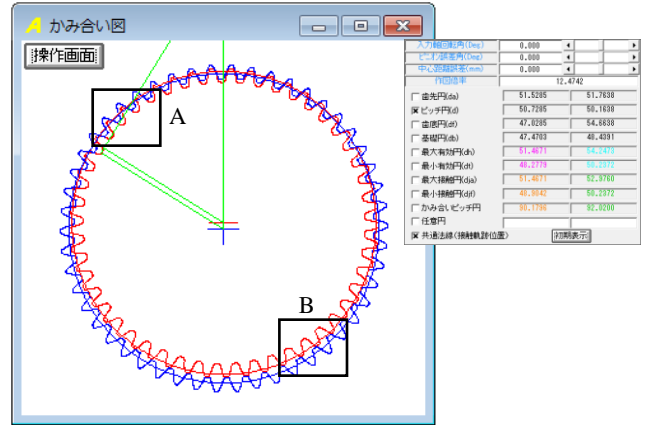
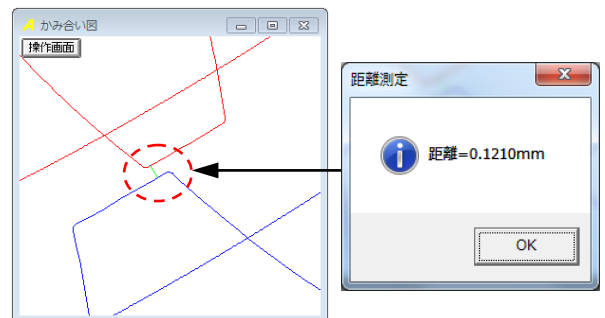
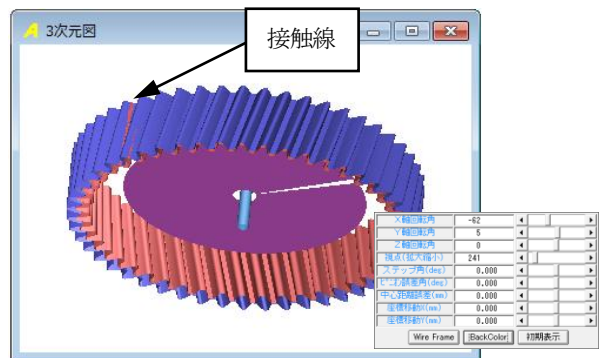

図 35.10 かみ合い図
図 35.12 かみ合い図 (距離計測)
図 35.13 歯形レンダリング
歯車諸元(図 35.7) の歯形を図 35.10 のように作図することができます。図 34.11 は、かみ合い部 (A), (B) の拡大図です。また、図 35.12 のように距離計測も可能です。歯形レンダリング(図 35.13) は、歯車の組み合わせに応じて歯車が回転します。